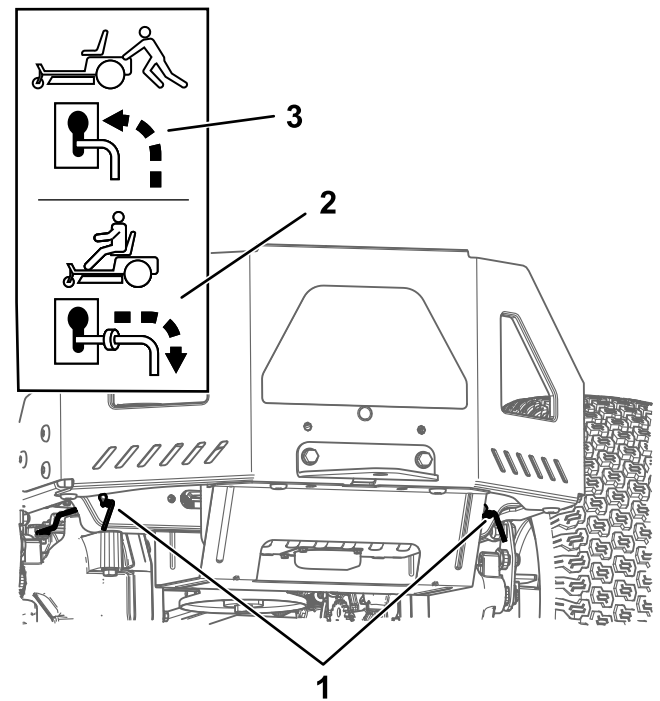

Figure 25
4. Déplacez les deux leviers de dérivation en avant dans la fente, puis vers le bas pour les verrouiller en position (Figure 25).